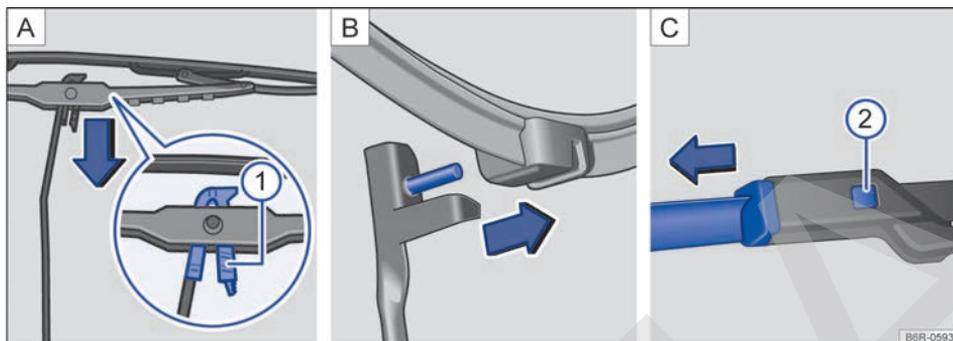

Fig. 158 Cambiar las escobillas limpiacristales: variantes **A**, **B** y **C**.
- Presione la tecla de desbloqueo → fig. 158 **1** **A** y tire al mismo tiempo de la escobilla en el sentido que indica la flecha → fig. 158 **A**.
- Desenganche la escobilla y retírela en el sentido contrario al de la flecha → fig. 158 **A**.
- Inserte un poco una escobilla nueva de la **misma longitud y tipo** en el brazo del limpiacristales, en el sentido de la flecha → fig. 158 **A**, y engánchela en el brazo.
- Tire de la escobilla en el sentido contrario al de la flecha → fig. 158 **A** hasta que encastre.
- Coloque la escobilla en ángulo recto respecto al brazo de la misma y extráigala en el sentido de la flecha → fig. 158 **B**.
- Mantenga presionada la tecla de desbloqueo → fig. 158   y tire al mismo tiempo de la escobilla en el sentido de la flecha.